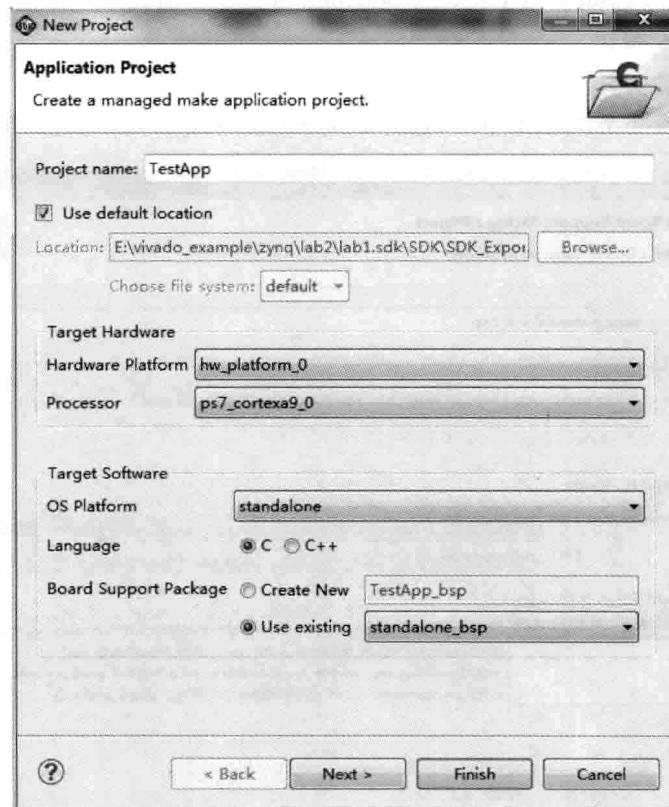

图 4.52 创建应用工程界面
- (11) 如图 4.52 所示，出现 New Project 对话框界面。在该界面下按下面设置参数：
- ① Project name：TestApp；
- ② 在 Board Support Package 标题栏下，选中 Use existing 前面的复选框。
- (12) 单击 Next 按钮。
(13) 出现 New Project-Template 对话框界面。在 Available Templates 下面选择 Empty Application。
(14) 单击 Finish 按钮。
(15) 在后台运行库生成器。并且,在下面给出的路径中生成 xparameter.h 文件: